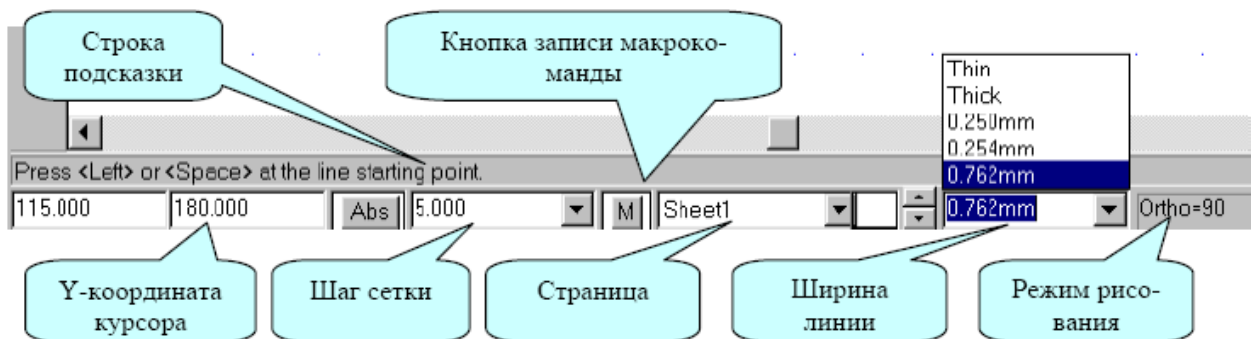

Рисунок 4.2 - Строка подсказки и строка состояния
- **строка подсказки** (*рис. 4.2*) в нижней части экрана, куда выводятся сообщения системы о необходимых действиях пользователя
- **статусная строка** (*рис. 4.2*), где отображаются:
- Оперативно изменять ширину текущей линии можно с помощью окна со списком в статусной строке (см. *рис. 4.2*). Здесь же можно задавать новые значения ширины линии. Для этого необходимо в окне редактирования набрать новое значение и нажать клавишу **Enter**.